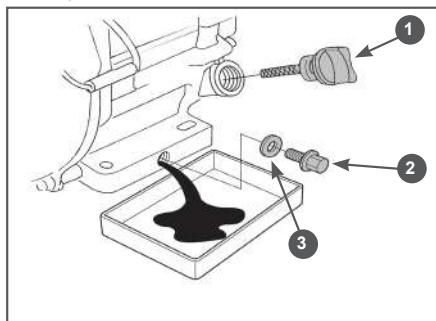

Рис. 13 Замена моторного масла
- Очистите от загрязнений крышку-щуп и зону вокруг маслозаливной горловины. Извлеките крышку-щуп из маслозаливной горловины (Рис. 13) и протрите щуп чистой ветошью
- Открутите пробку для слива масла и слейте отработанное масло в подготовленную для этого емкость (Рис. 13).